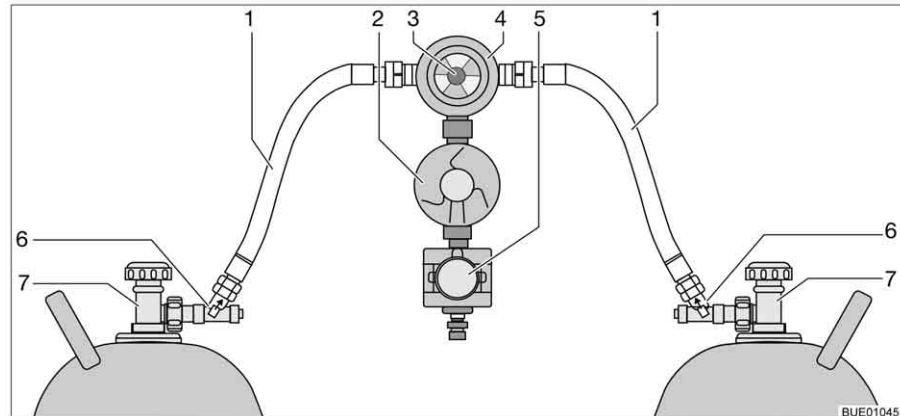

Bild 160 Crash-Protection-Unit-Umschaltanlage
Die Crash-Protection-Unit besteht aus zwei Durchflussbegrenzern mit manueller Entriegelung (Bild 160,6), einem Umschaltventil (Bild 160,4) mit Druckregler (Bild 160,2), einem Elektroventil (Bild 160,5) und der Bedieneinheit mit dreifarbigem LED. Das Umschaltventil ist zwischen den beiden Gasschläuchen (Bild 160,1) montiert.
Mit dem Drehknopf (Bild 160,3) am Umschaltventil lässt sich bestimmen, welche der Gasflaschen als Betriebsflasche und welche Gasflasche als Reserveflasche verwendet wird.
An der Bedieneinheit (Bild 161) können nur die elektrischen Funktionen geschaltet werden. Die Haupt-Absperrventile der Gasflaschen (Bild 160,7) und die Entriegelungen (Bild 160,6) müssen von Hand geöffnet werden.
- Haupt-Absperrventile an den Gasflaschen (Bild 160,7) öffnen.
- Entriegelungen (Bild 160,6) nacheinander 10 Sekunden lang drücken.
- Mit dem Drehknopf (Bild 160,3) am Umschaltventil (Bild 160,4) die Gasflasche wählen, der vorrangig das Gas entnommen werden soll (Betriebsflasche).
- Haupt-Absperrventile an den Gasflaschen (Bild 160,7) schließen.